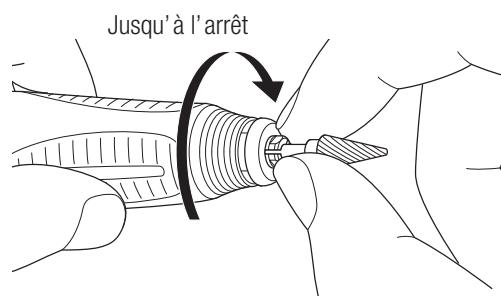

Fig. 10
- 3) Tournez le mandrin dans le sens des aiguilles d'une montre avec votre doigt jusqu'à ce qu'il s'arrête (Fig. 10).